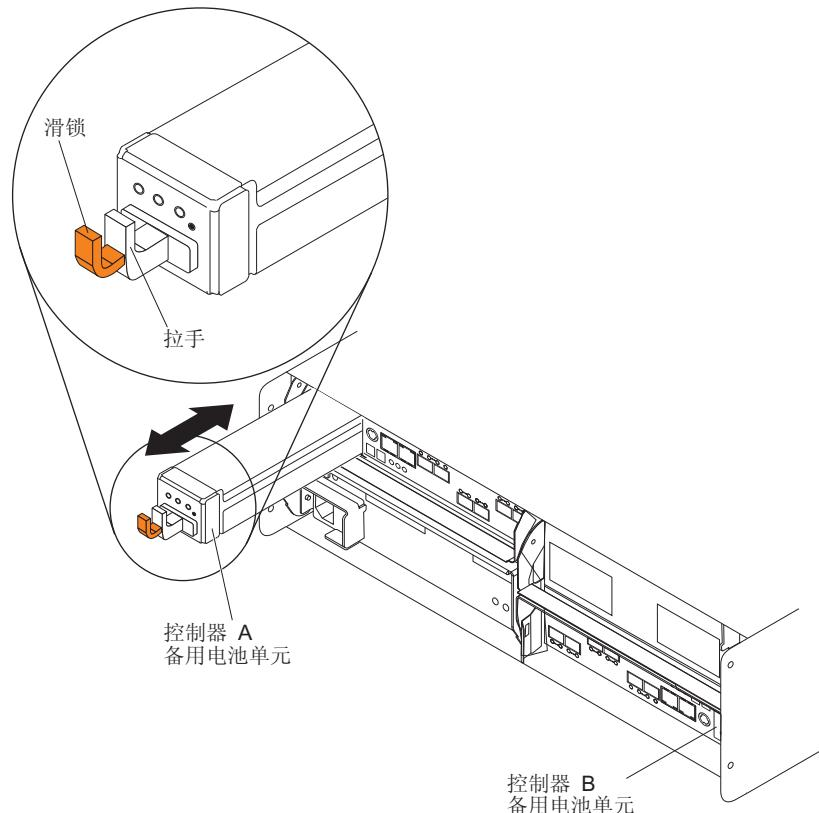

图 86. 从控制器机箱卸下并更换电池单元
5. 要从 RAID 控制器卸下发生故障的电池单元, 请将橙色电池单元滑锁朝黑色电池拉手方向按压, 以打开 DS5020 机箱中电池上的锁, 然后使用该拉手将电池单元从控制器机箱中缓慢拉出, 如第 139 页的图 86 中所示。